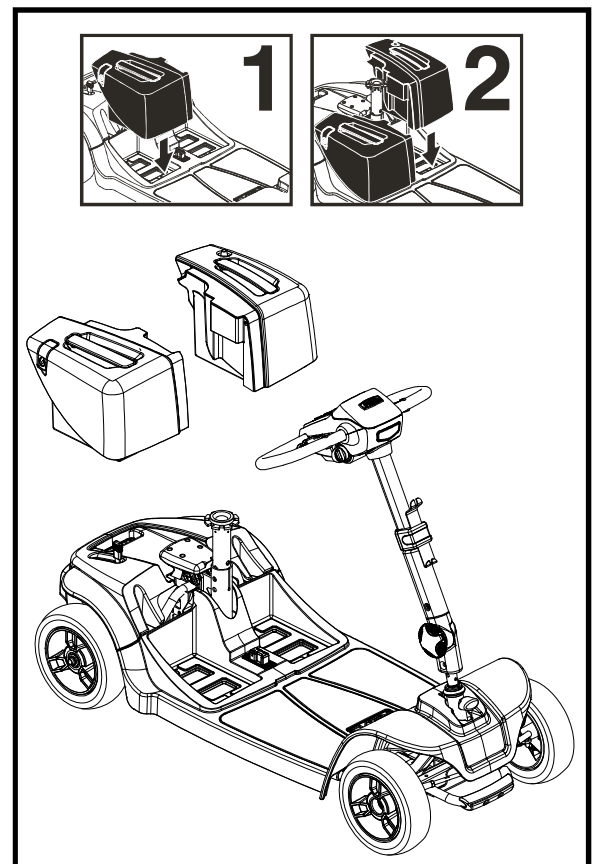

Abb. 23. Batteriebox Montage der Modelle 66 und 67
12. Installieren Sie die Akkus auf dem Roller und setzen Sie die Akkupacks ein. Installieren Sie immer zuerst den Recht Akku. **Siehe Abb. 23.**